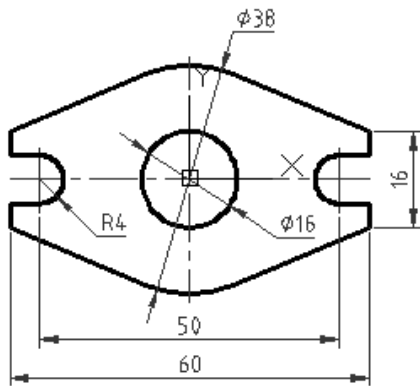

图 10-2 绘制二维图形
(1) 新建图形文件。使用“快速启动”工具栏中的“新建”按钮，创建一个新图形文件，该图形文件以“BD_制图模板.dwt”为样板。“BD_制图模板.dwt”样板文件位于随书光盘的“CH10”文件夹中。
(2) 绘制二维图形。综合使用“直线”按钮、“圆”按钮、“偏移”按钮及“修剪”按钮等工具命令，在 XY 平面中完成如图 10-2 所示的二维图形。完成所需的二维图形后，可以将作为辅助线的中心线删除。